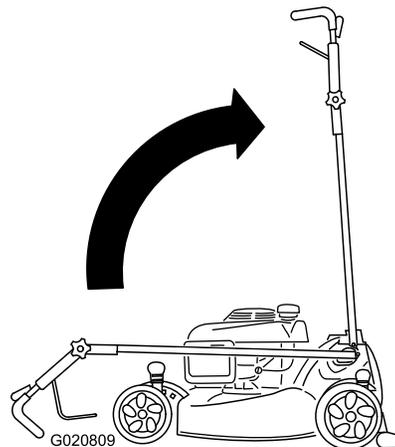

Figura 49
3. Mentre il motore acceso e la lama è innestata, spruzzate un getto d'acqua davanti alla ruota destra posteriore (Figura 49).
2. Spostatate la stegola in posizione verticale (Figura 49).